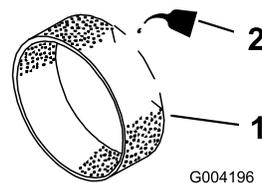

Рисунок 15
3. Вылейте 59,1 мл масла на фильтр предварительной очистки (Рисунок 15).